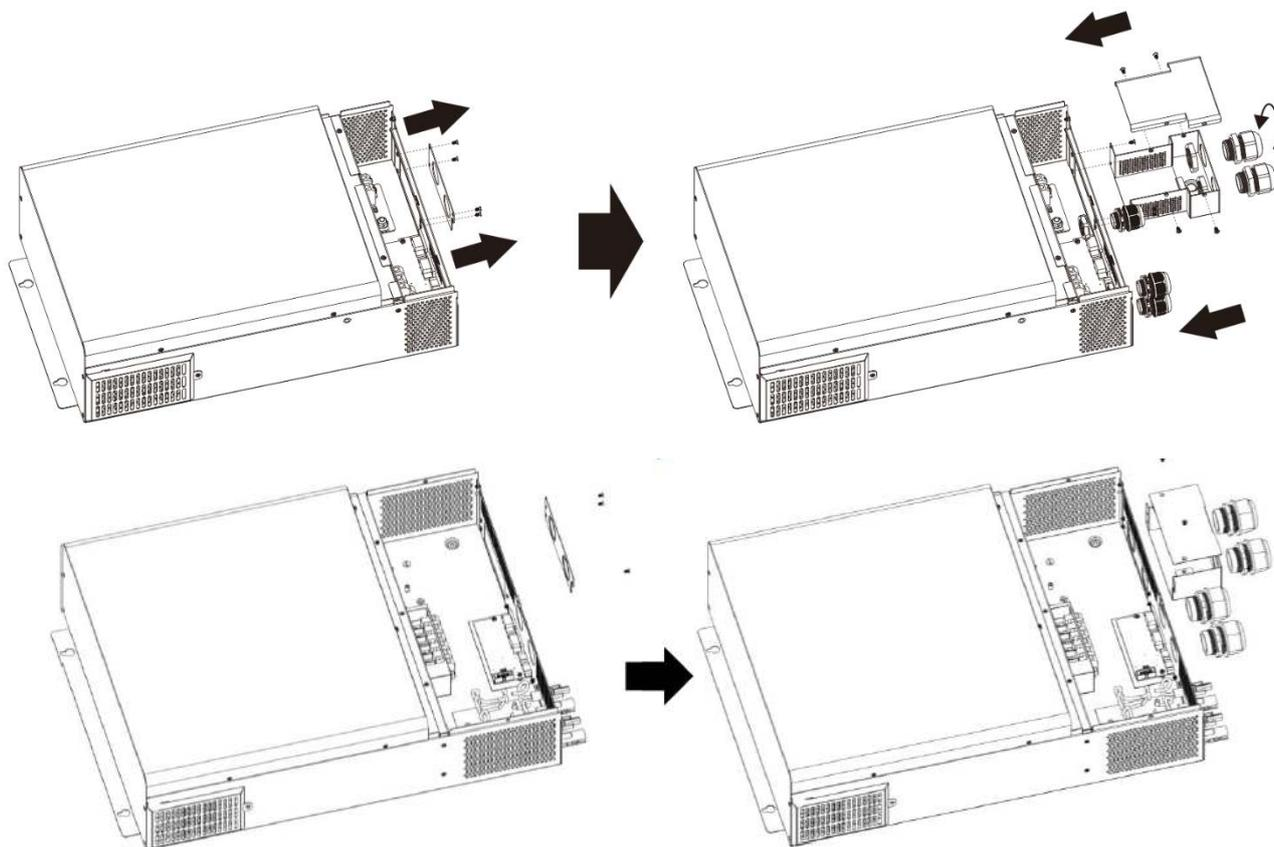
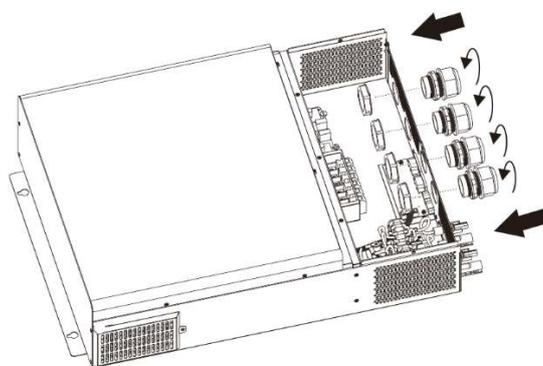

Fig. 3.1 : Installation des presse-étoupes et du boîtier d'extension du câblage de la batterie (PSW-H-3KW-120/24V et PSW-H-6.5KW-120/48V)
Fig. 3.2 : Installation des presse-étoupes (PSW-H-5KW-120/48V et PSW-H-8KW-230/48V)
3. Installez les 5 (PSW-H-3KW-120/24V, **Fig. 3.1**, droite) ou 4 (PSW-H-5KW-120/48V et PSW-H-8KW-230/48V, Fig.3.2) inclus presse-étoupes.